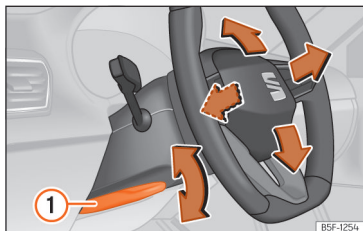

Abb. 63 Hebel auf der linken unteren Seite der Lenksäule.
• Hebel »» (Abb. 63) ① nach unten schwenken, Lenkrad in die gewünschte Position bringen und Hebel wieder bis zum Schließpunkt nach oben drücken.
• Den Hebel »» (Abb. 63) ① nach dem Einstellen immer fest nach oben schwenken, damit das Lenkrad während der Fahrt nicht unbeabsichtigt seine Position verändert.